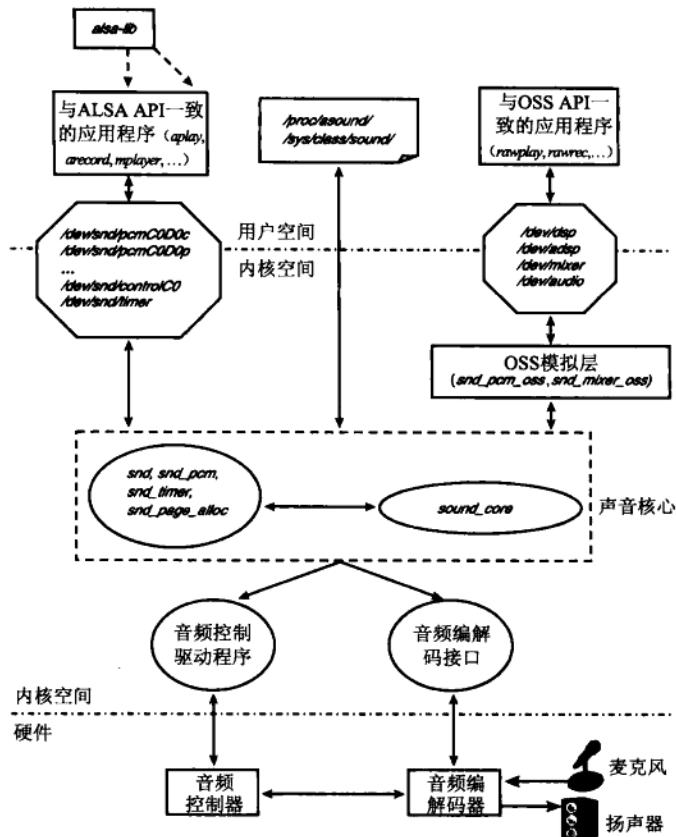

图13-3 Linux声音(Alsa)子系统
参见图13-3可以明白Linux声音子系统的架构。声音子系统各部分如下。
- 声音核心。它是代码基石, 由例程和结构体组成, Linux声音层的其他部分均可调用。就像其他驱动程序子系统的核心层一样, 声音核心有一定程度的隔离, 使得声音子系统的每个部件都与其他部件无关。核心也提供了向应用层输出ALSA API的重要功能。图13-3中显示的/dev/snd/\*设备结点由ALSA核心创建和管理: /dev/snd/controlC0是一个控制结点 (应用程序用它来控制音量等), /dev/snd/pcmC0D0p是播放设备 (设备名的最后字符p表示播放), /dev/snd/pcmC0D0c是录音设备 (设备名最后的字符c表示采样捕获)。这些设备名中, C后的整数是卡号, D后的是设备号。一个有语音编解码器和立体声音音乐编解码器的ALSA驱动程序可能会为前者输出用于读声音流的/dev/snd/pcmC0D0p, 为后者输出用于生成音乐声道的/dev/snd/pcmC0D1p。